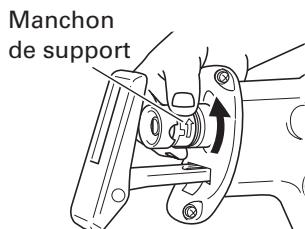
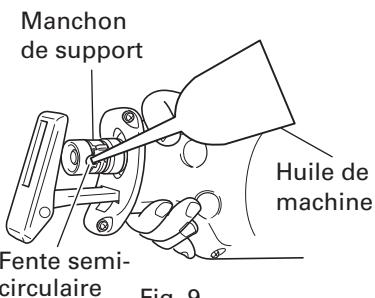

Fig. 3
Fig. 9
- (2) Tourner le manchon de support dans le sens de la flèche, indiquée sur la Fig. 3, marquée sur le manchon de support. Si l'on tourne le manchon de support à moitié, il est possible de le fixer automatiquement. (Fig. 3)
- (2) Après avoir tourné le manchon de support dans le sens de la flèche de la Fig. 3 et l'avoir fixé, tourner la lame de façon qu'elle soit orientée vers le bas. La lame doit tomber sous l'effet de son propre poids. Si la lame ne tombe pas, tirer dessus avec la main.
(1) Après l'utilisation, souffler toute sciure, terre, sable, humidité, etc. à l'aide d'une brosse, etc., pour garantir le bon fonctionnement de la monture de lame.
(2) Graisser périodiquement la monture de lame avec de l'huile de machine dans la fente semi-circulaire à la position où le manchon de support est tourné dans le sens de la flèche indiquée à la Fig. 3. (Fig. 9)